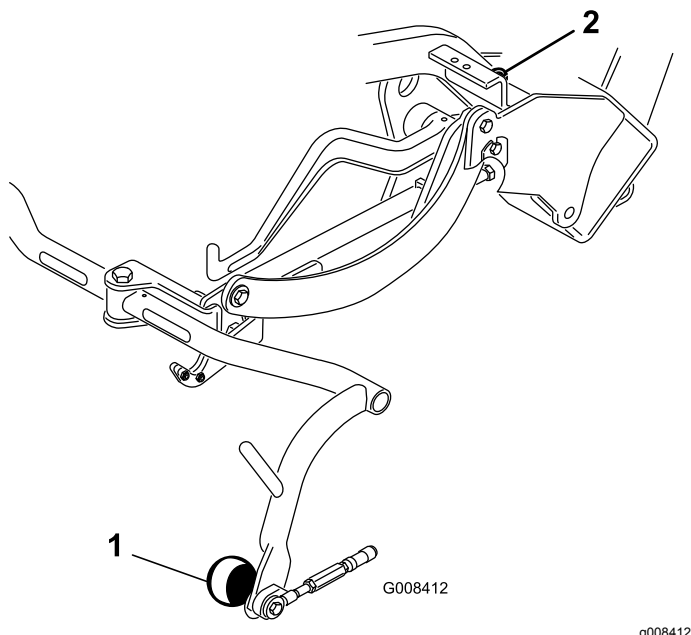

Bild 9
4. Sollte eine Einstellung erforderlich sein, lösen Sie die Klemmmutter an der Anschlagsschraube des Trägersrahmens (Bild 9) und drehen Sie die Schraube nach oben oder unten, um den Trägersrahmen anzuheben oder abzulassen. Ziehen Sie die Klemmmutter an, um die Einstellung beizubehalten.